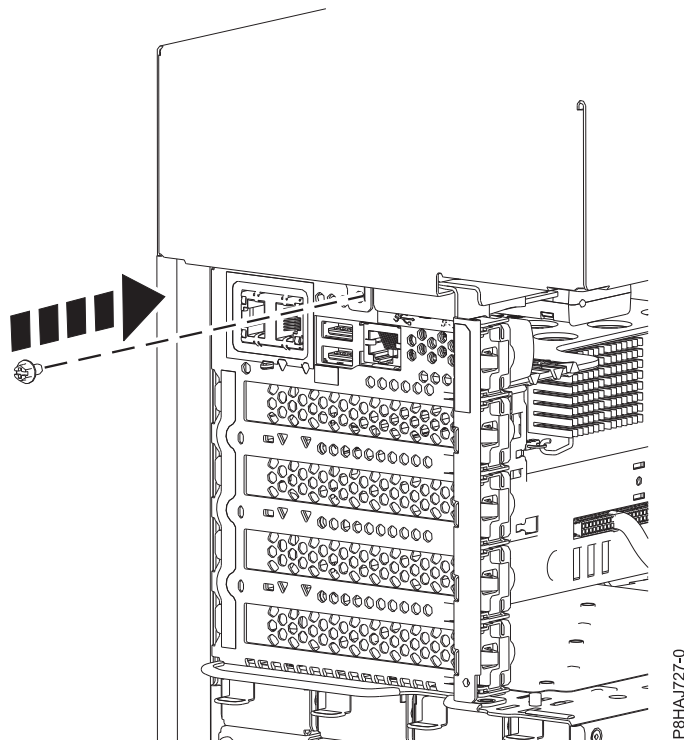

Figura 37. Colocación del tornillo de la cubierta lateral de 8286-41A
5. Ponga el tornillo posterior de la cubierta lateral con un destornillador de estrella, tal como se muestra en la Figura 37 en la página 55.